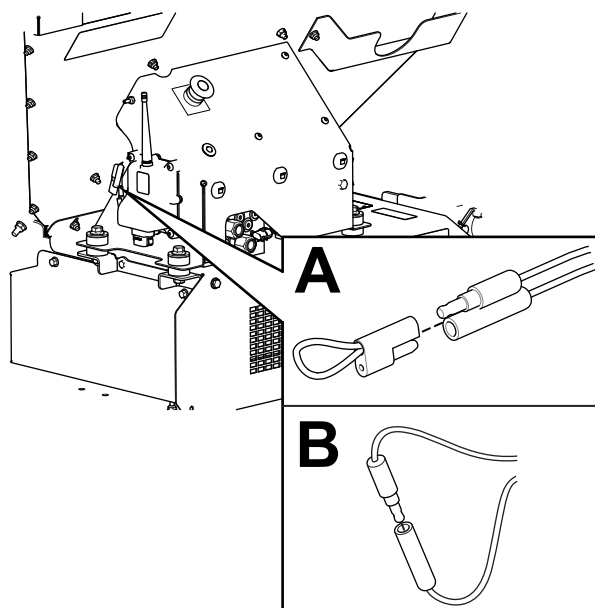

図 59
3. 故障診断コネクタ同士を接続する (図 59のB)。
2. 故障診断コネクタ同士の接続を外す 図 59のB。
3. 故障診断コネクタ2つにキャップを元通りに取り付ける 図 59のA。